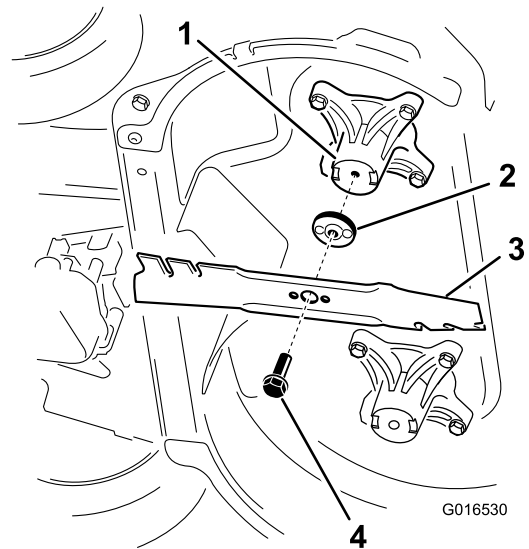

Bild 42
2. Entfernen Sie jedes Messer, siehe Bild 42.
1. Montieren Sie das erste Messer so, dass es horizontal ist, und all Befestigungen, wie in Bild 42 dargestellt.